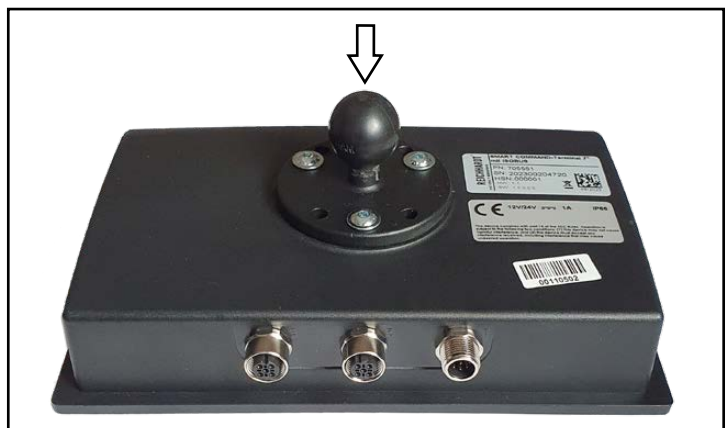

Abb. 9: RAM-Mount-Kugel am Terminal befestigen
1. Bringen Sie die mitgelieferte RAM-Mount-Kugel (oder eine äquivalente Halterung) am Terminal an (siehe Abb. 9).